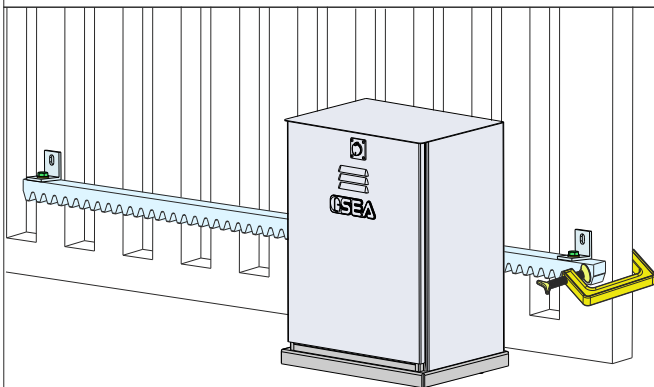

Fig. 15
- 7.4.** Faire les trous sur la structure du portail en correspondance avec les trous «B» sur les supports métalliques, puis fixer la crémaillère au portail - Fig. 15 - à l'aide de vis (**NON FOURNIES**)